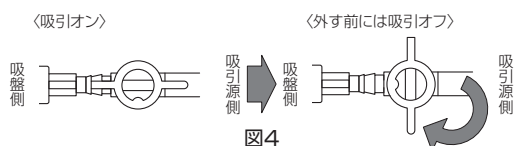

図4
- 本品のコックを操作し、吸引をオフにし、吸盤内の陰圧を大気開放してから、吸盤を心外膜から外す(図4)。